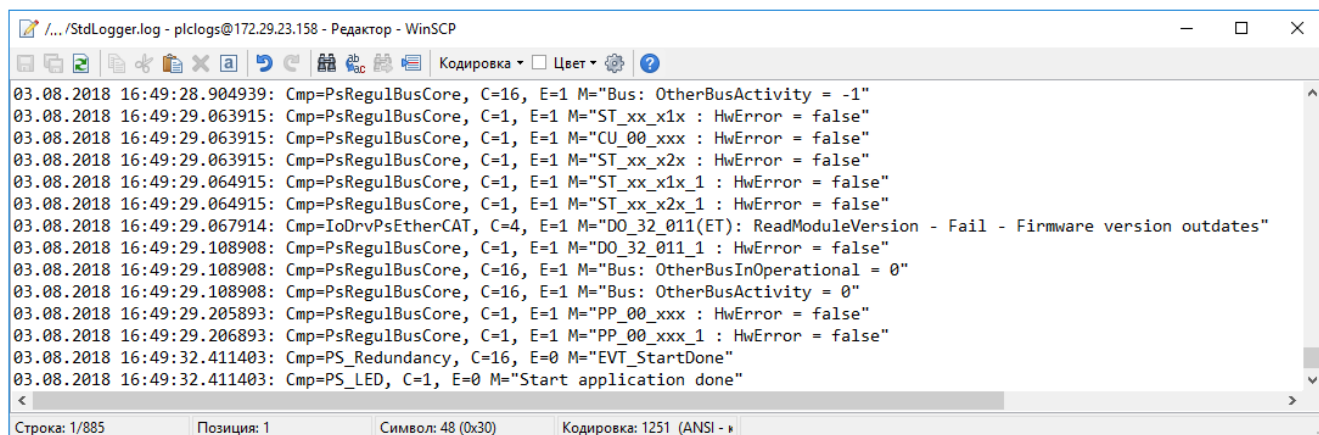

Рисунок 212 – Полный журнал событий
- откройте журнал с помощью редактора FTP-клиента (Рисунок 212). Временная метка для каждого события содержит данные с точностью до микросекунд.